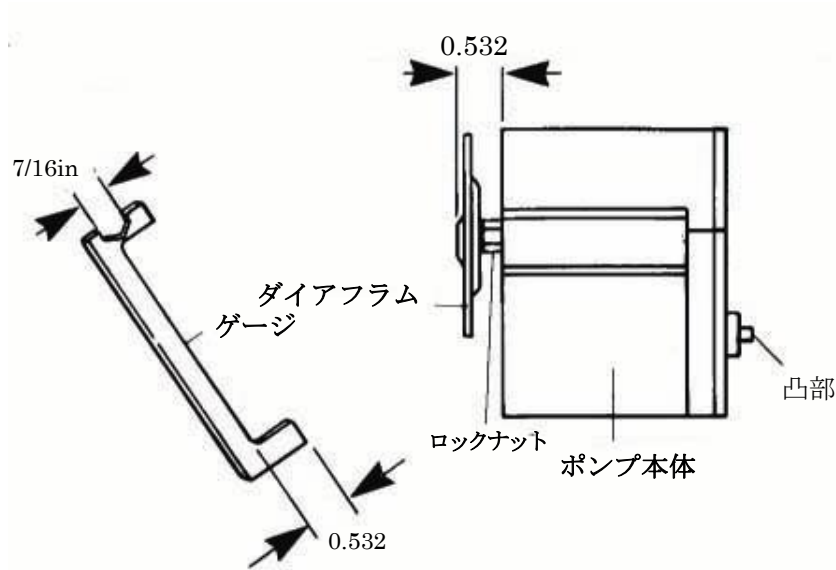

Figure 5
- <補足> サービスキットに入っているレンチの片方がゲージです。(Fig.5を参照してください)